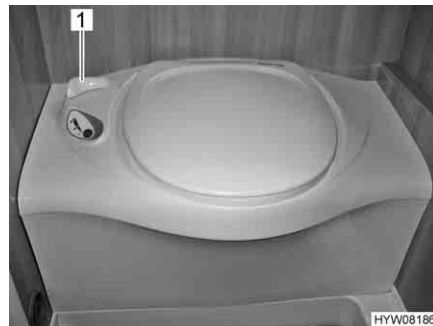

Fig. 250 Toilettes Thetford
- Avant d'actionner la chasse d'eau, ouvrir le curseur des toilettes Thetford. Tourner pour cela le levier du curseur (Fig. 250,1) dans le sens inverse des aiguilles d'une montre.
- Après avoir actionné la chasse d'eau, fermer le curseur. Tourner le levier du curseur (Fig. 250,1) dans le sens des aiguilles d'une montre.